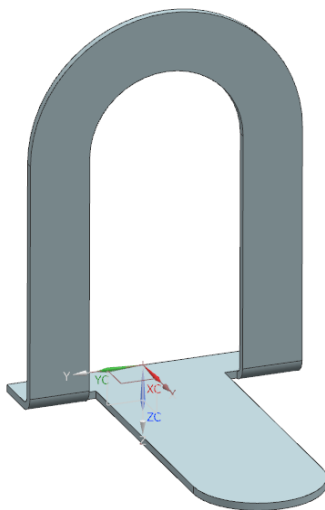

图 5-19 创建突出块
(3) 在“突出块”对话框中单击按钮创建突出块特征,如图 5-19 所示。